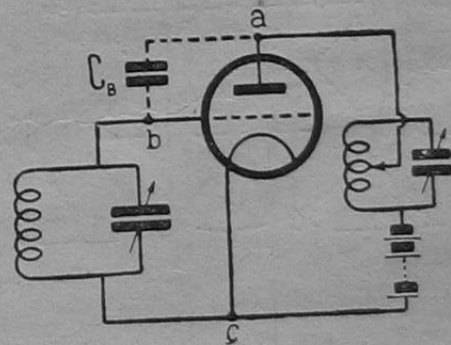

Рис. 2.
Предположим, что в цепь сетки поступили колебания и вызвали периодические перераспределения напряжений на отдельных участках анодной цепи. Паразитная емкость (C) оказывается параллельной одному из участков анодной цепи (ибо нулевая точка для сетки и анода общая—см. рис. 2), а потому между ее «пластинами» меняется напряжение (точки «а» и «б»). Значит меняется напряжение между точками «б» и «с», то есть на зажимах контура сетки. Если оба колебательных контура настроены в резонанс или особенно если анодный контур настроен случайно на более короткую волну, чем сеточный, то изменения напряжения между точками «б» и «с», создаваемые деятельностью анодной цепи, подталкивают пришедшие извне в цепь сетки колебания. Это и